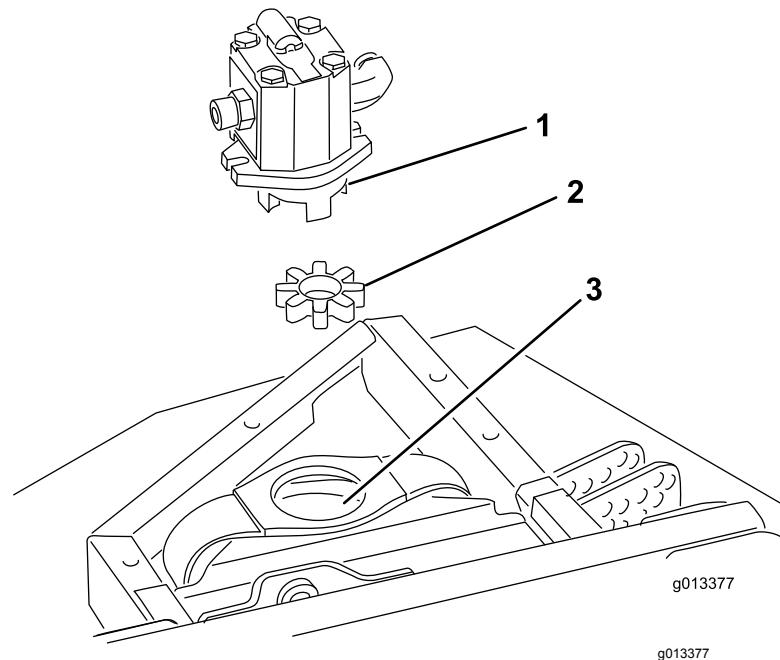

Bild 2
5. Entfernen Sie die dehnbare Spinne von der Innenseite jeder Riemenscheibe der Kupplung. Bewahren Sie diese für die Montage am neuen Mähwerk auf (**Bild 2**).
Hinweis: Prüfen Sie die Drehkreuznabe auf Abnutzung und tauschen Sie sie aus, wenn sie abgenutzt ist (**Bild 2**).